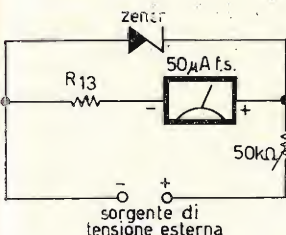

figura 8
9) Misura della tensione di zener: si realizza il montaggio rappresentato in figura 8.